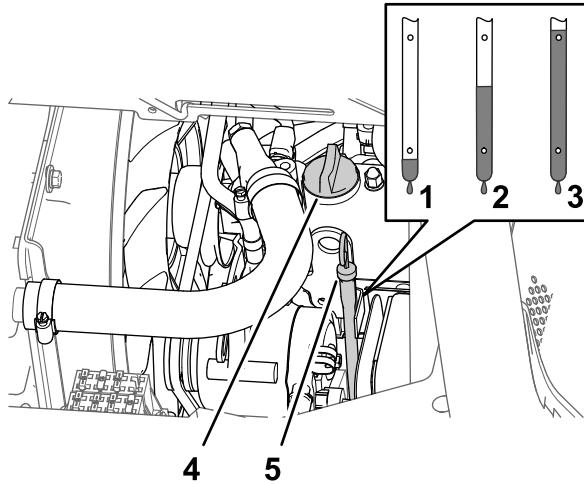

Figura 113
5. Retire el tapón de llenado de aceite del cuello de llenado de la tapa de válvulas del motor (Figura 113), y vierta lentamente el 80% aproximadamente de la cantidad especificada de aceite por el cuello de llenado.
6. Retire la varilla y compruebe el nivel de aceite del motor (Figura 113).
7. Añada lentamente más aceite del tipo especificado para que el nivel llegue a la marca Lleno de la varilla (Figura 113).
8. Instale el tapón de llenado de aceite en el cuello de llenado y la varilla en el tubo de la varilla (Figura 113).